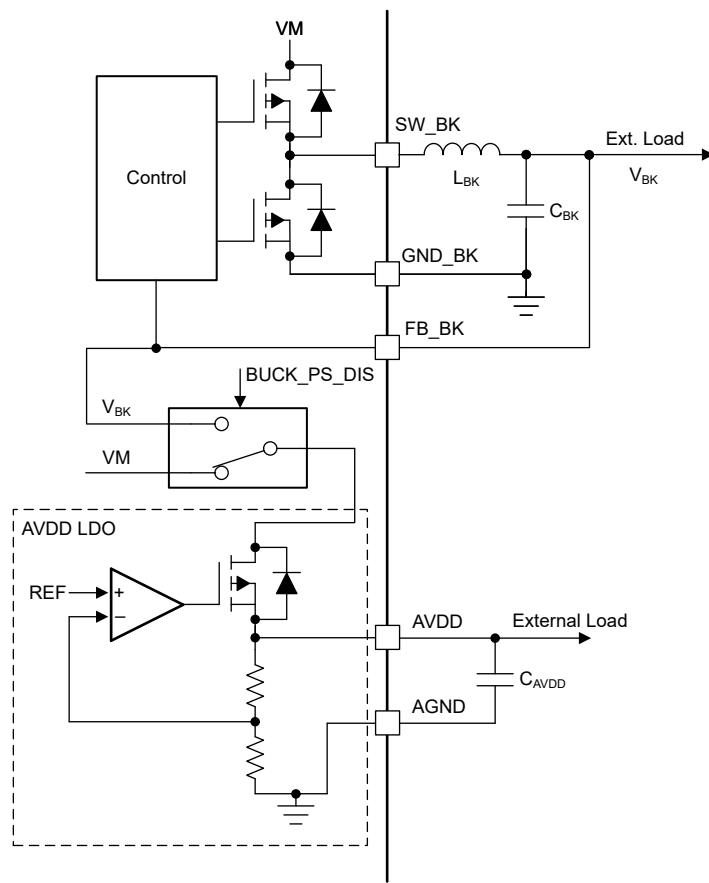

图 6-5. 混合模式降压稳压器中的 AVDD 电源时序
AVDD LDO 可以选择使用混合模式降压稳压器提供的电源来降低器件功率耗散。电源时序模式可实现 AVDD LDO 输入从直流电源 (VM) 到降压输出 (V_{BK}) 的动态转换，如图 6-5 所示。该时序可通过 BUCK_PS_DIS 位进行配置。仅当降压输出电压设置为 5V 或 5.7V 时，才支持电源时序。